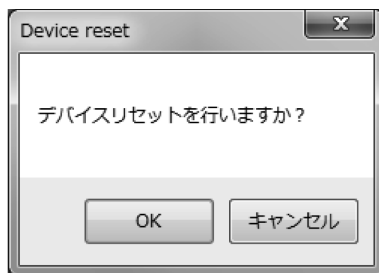

図167
- ③ 「OK」ボタンをクリックすると、メッセージボックス(図167)が表示されます。「Cancel」ボタンをクリックすると、「Device reset」を終了します